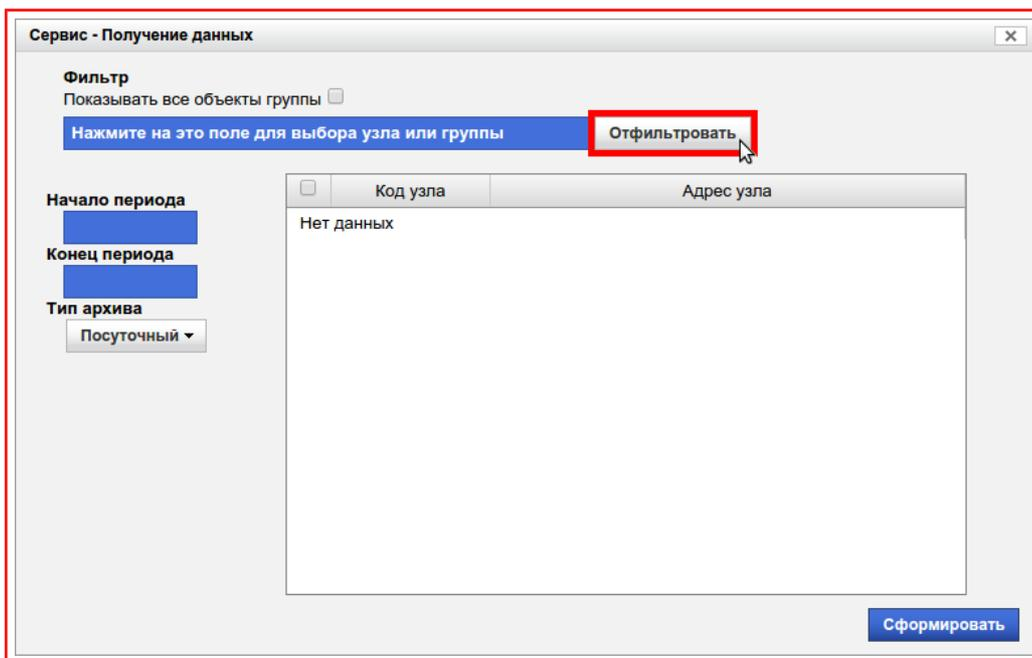

Рисунок 9.89 — Кнопка «Отфильтровать»
- 5) Нажать на кнопку «**Отфильтровать**», рисунок 9.89;